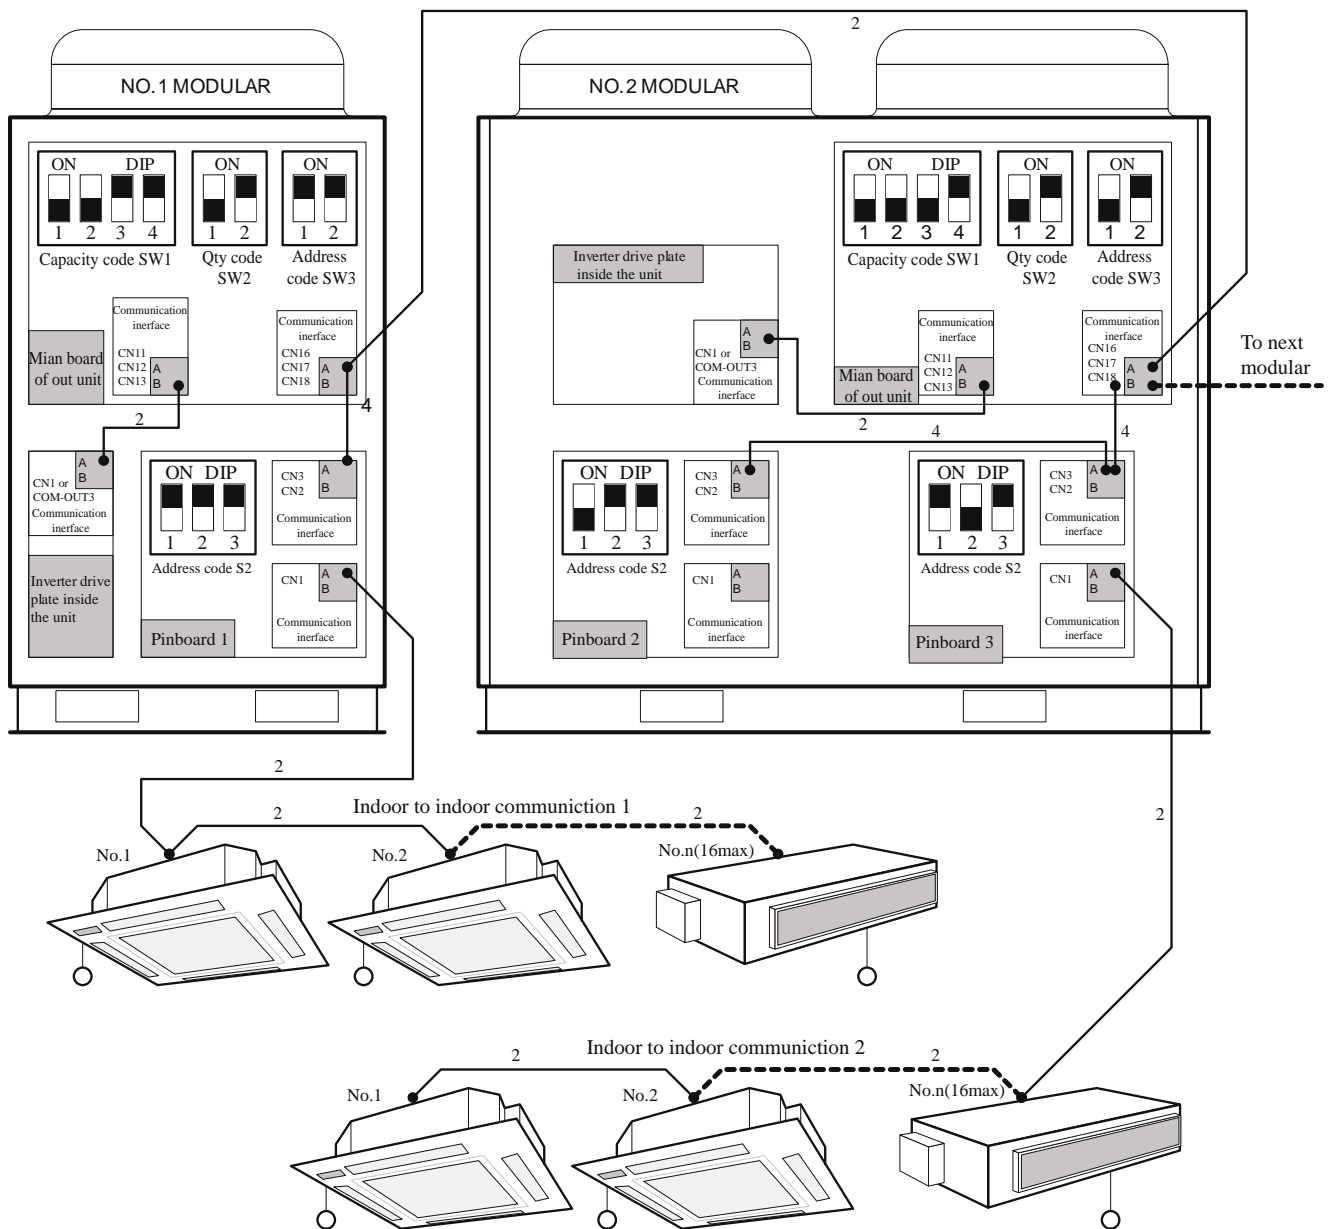

Рис. 7.4
7.2.2 В случае объединения, наружные блоки коммутируются между собой сигнальным кабелем. На рис. 7.4 показана схема коммутации наружных блоков.